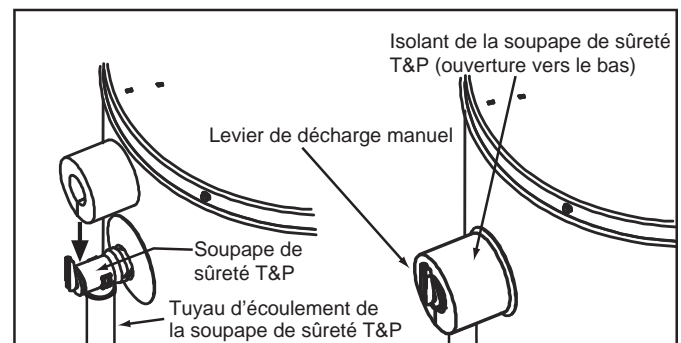

Figure 17.
Repérez la soupape de sûreté température et pression (souvent appelée soupape de sûreté T&P) Voir Figure 17.
- Séparez délicatement ces deux parties et placez le morceau d'isolant sur la soupape de sûreté T&P. Voir Figure 17. Appuyez légèrement sur l'isolant afin qu'il entre bien en contact avec la soupape de sûreté T&P. Une fois l'isolant bien ajusté, fixez-le en place à l'aide de ruban à conduit, électrique ou l'équivalent. **Important:** l'isolant ou le ruban ne doit pas bloquer l'ouverture de décharge de la soupape ou l'accès au levier de décharge (Figure 17). Assurez-vous que le tuyau d'écoulement est correctement inséré dans l'ouverture de la soupape de sûreté T&P, comme décrit dans ce manuel.